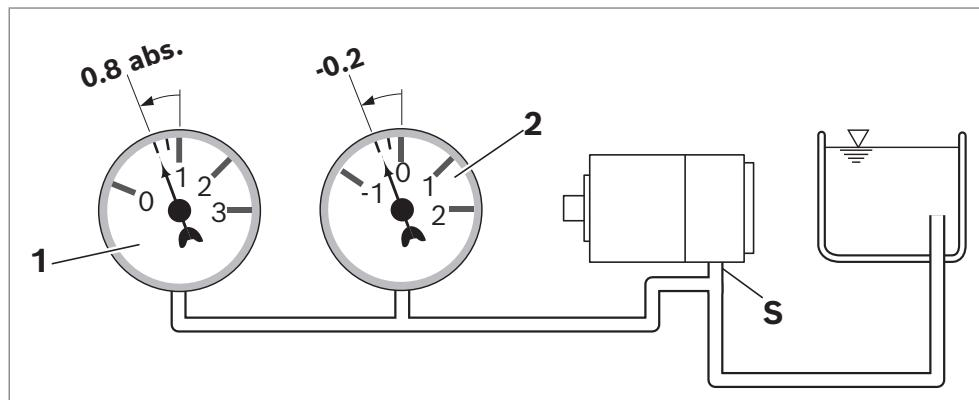

Abb. 5: Saugdruck für Axialkolbenpumpen
- ▶ Stellen Sie sicher, dass für die Axialkolbenpumpe in allen Einbaupositionen und Einbaulagen im Betrieb ein minimaler Saugdruck von 0.8 bar absolut am Anschluss **S** vorliegt, siehe Abb. 5. Weitere Druckwerte und Bedingungen siehe produktspezifisches Datenblatt.